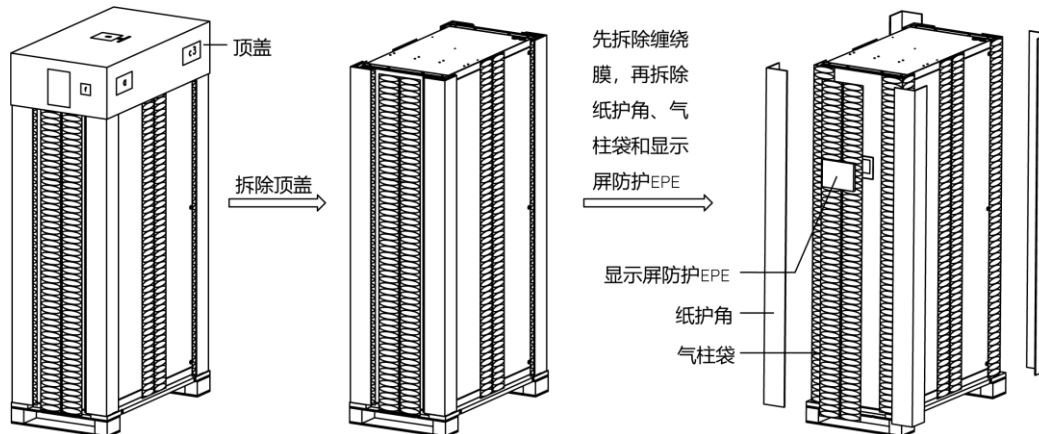

图2-4 拆除外包装
1. 先拆除缠绕拉伸膜和顶盖，再拆除瓦楞纸护角和气柱袋，如图 2-4 所示。